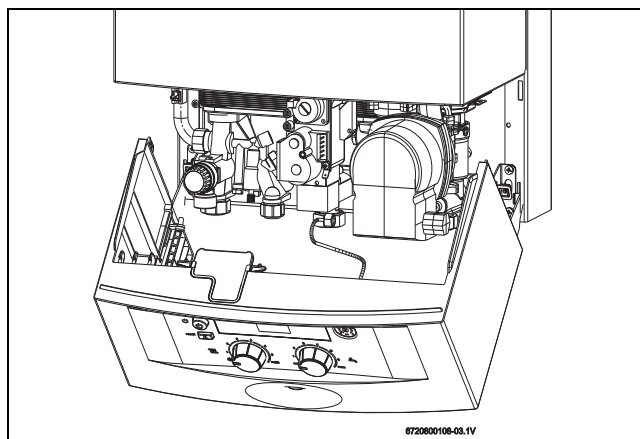

Fig. 26 Posición de servicio para el ajuste del gas
- ▶ Colocar el panel de mandos en la posición de servicio (ver Fig. 26).
- ▶ Girar lentamente de la derecha a la izquierda el termostato  para ajustar la presión de quemador a la potencia de calefacción mínima (11).